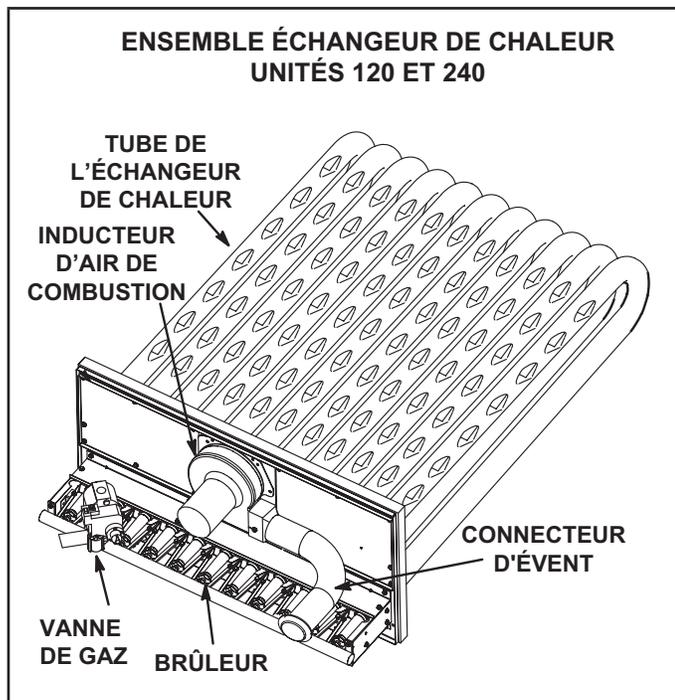
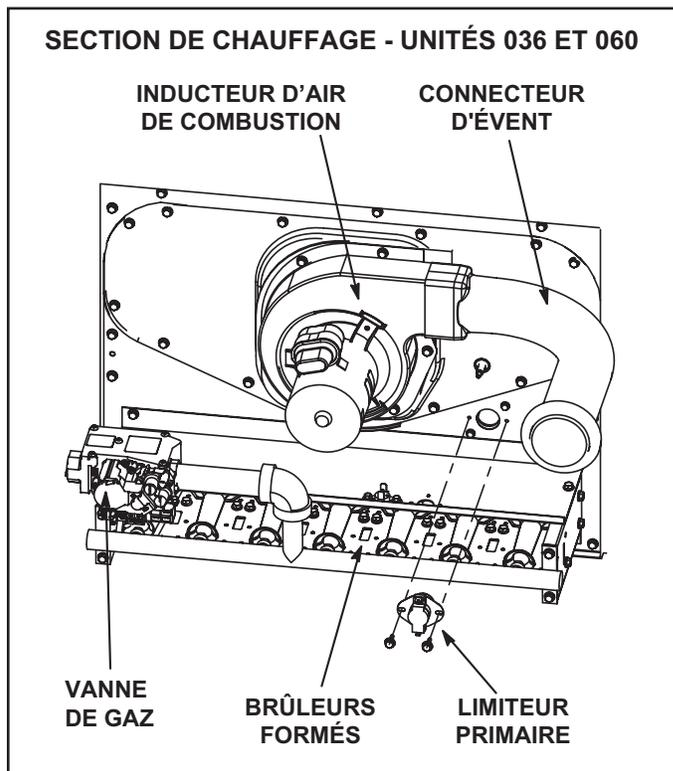

FIGURE 3
FIGURE 4
Une fois par an, avant la saison de chauffage, inspecter les volets d'air de combustion, le capuchon d'évent, l'échangeur de chaleur, les brûleurs et l'inducteur d'air de combustion pour détecter toute trace de corrosion ou de détérioration, ou la présence de débris. Retirer les obstructions éventuelles. Voir Figure 3 et Figure 4.
- 3 - Retirer et conserver les vis fixant l'inducteur d'air de combustion sur la boîte à feu. Retirer et conserver les deux vis de fixation de la patte supportant le connecteur d'évacuation. Voir Figure 3 ou Figure 4.